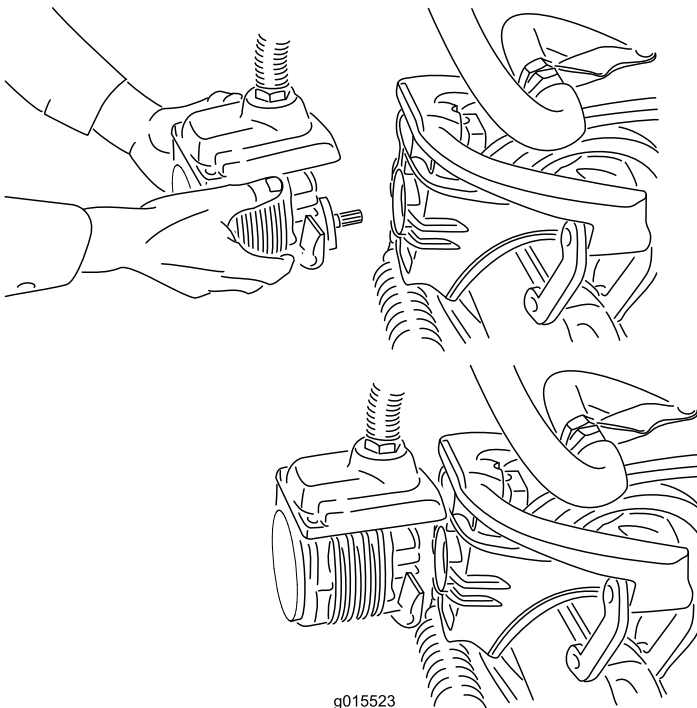

図 37
4. 外したモータは、サスペンションアームの前部にある一時保管位置にセットしておく 図 37。